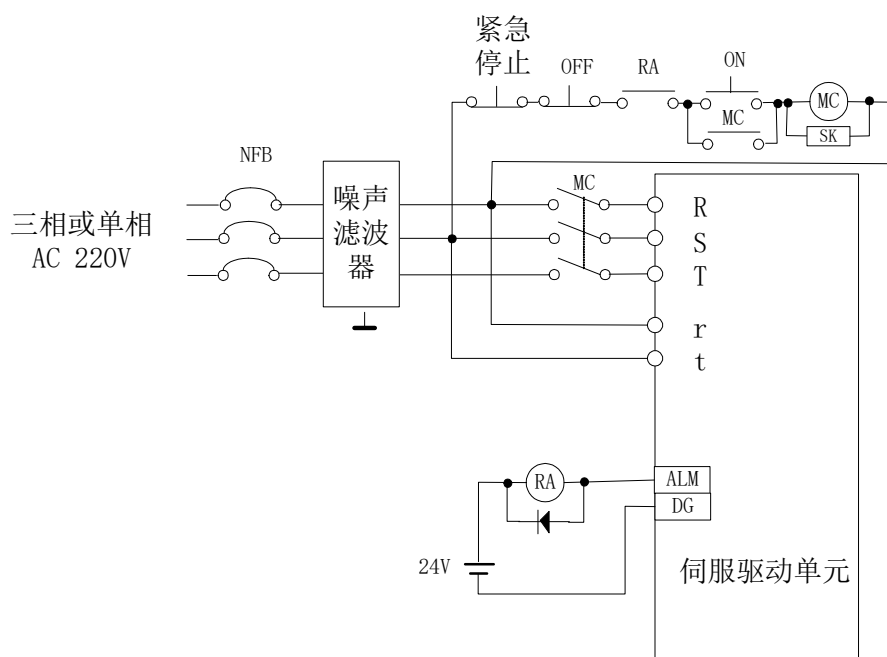

图 7-1 电源接线图
- 必须接入一个紧急停止电路，确保发生故障时，电源能立即停止（参见图 7-1）
电源连接请参照图 7-1，并按以下顺序接通电源。